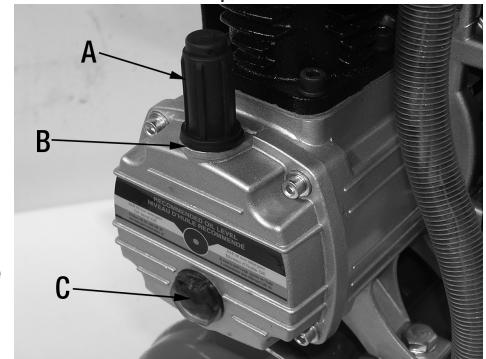

FIGURE 11
Pour changer d'huile, écoulez l'huile du boîtier en dévissant le niveau d'huile (C) Fig.11. Une fois que l'huile est complètement écoulé, revissez le niveau d'huile en place. Pour remplir le boîtier d'huile, dévissez et retirez le capuchon d'aération d'huile (A), videz de l'huile à compresseur (huile SAE30 sans détergent) dans l'ouverture (B) jusqu'à ce que le niveau d'huile (C) atteint le centre du point rouge. Replacez le capuchon d'aération d'huile (A).